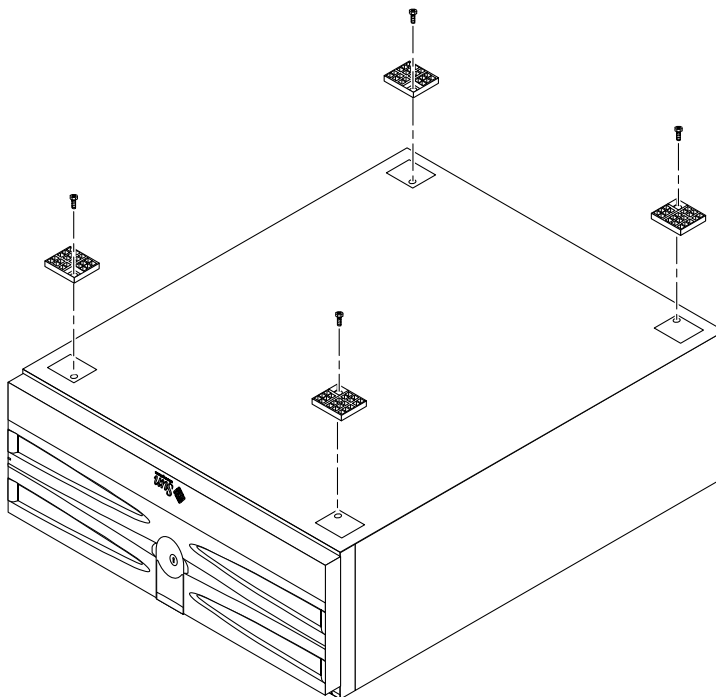

FIGURE 2 Retrait des pieds
1. Demandez l'aide d'un assistant pour retourner la baie de disques de façon à ce qu'elle soit à l'envers, l'avant tourné de votre côté (FIGURE 2).